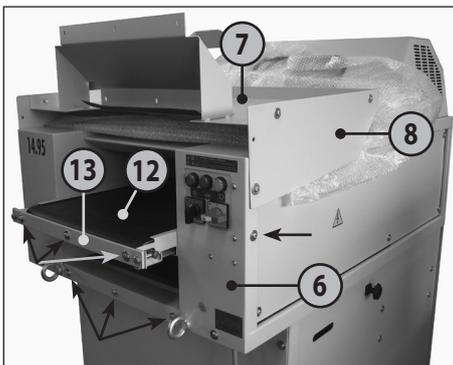

Abb. 1
- 6 = Gehäuse (Abb. 1, 2, 4)
- 7 = Tisch (Abb. 1, 2, 4, 5, 6)
- 8 = Schutzblech (Abb. 1, 2, 4)
- 12 = Transportband (Abb. 1, 2)
- 13 = Transportbandhalterung (Abb. 1)
### POSITIONIEREN DES TISCHES (7) (Abb. 1, 2 und 3):
1. Die jeweils 3 Schrauben mit Unterlegscheibe an der Gehäuse-Vorderwand (6) und an der Stirnseite der Transportbandhalterung (13) sowie jeweils die eine Schraube unterhalb des Schutzbleches (8) auf beiden Seiten abschrauben (siehe Pfeilmarkierungen Abb. 1).